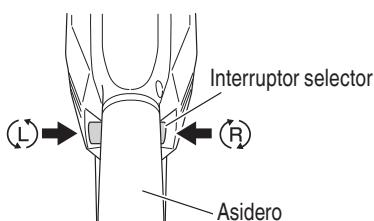

Fig. 13
El lado L (izq.) se usa para hacer girar la broca a la izquierda (Vea las Fig. 13). (Las marcas (L) y (R) están en el cuerpo del taladro.)